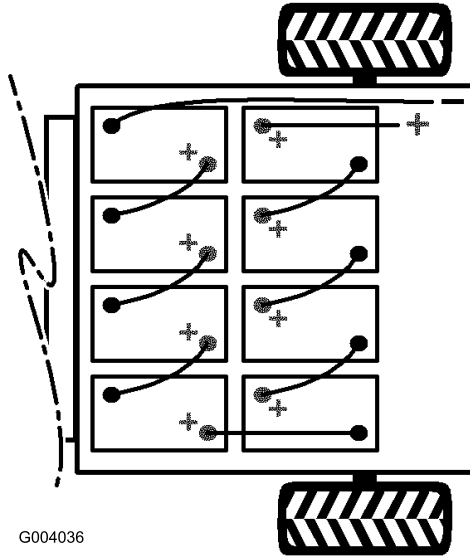

Bild 38
2. Schließen Sie das Hauptminuskabel (schwarz) ab, mit dem die Batterien an der Erdungsstelle der Maschine angeschlossen sind (Bild 38).
3. Schließen Sie das Hauptpluskabel (rot) ab, mit dem die Batterien an der Hauptsicherung der Maschine angeschlossen sind (Bild 38).
**Hinweis:** Achten Sie auf die Batteriepolartität, wenn Sie neue Batterien einsetzen (Bild 38).
6. Schließen Sie die Batterien mit den Batterieverbindungskabeln, die Sie in Schritt 1 entfernt haben, zusammen, wie in Bild 38 abgebildet.
1. Schließen Sie das Hauptpluskabel (rot) an, das sich zwischen den Batterien und der Maschine befindet (Bild 38).
2. Schließen Sie das Hauptminuskabel (schwarz) zwischen den Batterien und der Maschine an (Bild 38).